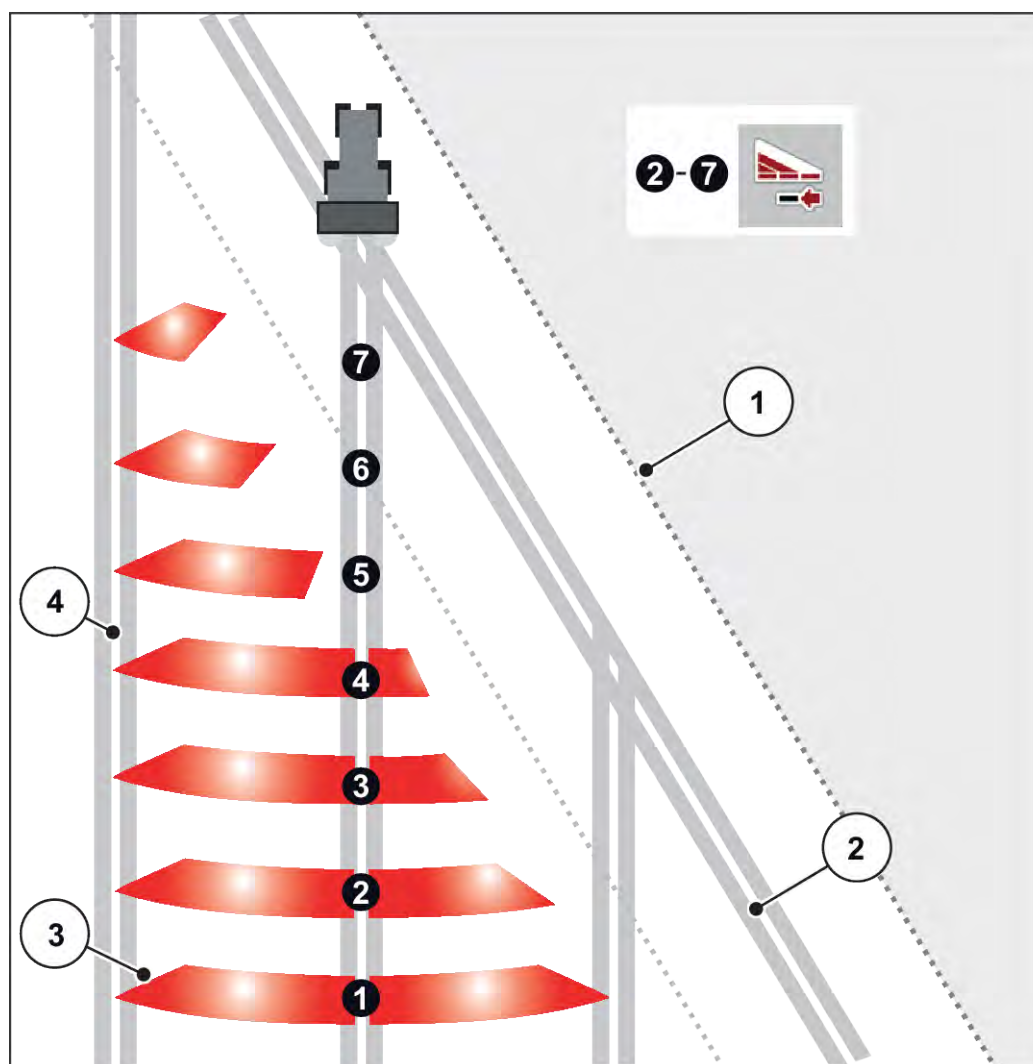

Fig. 38: Coupure de tronçons automatique
- La coupure de tronçons est possible de l'extérieur vers l'intérieur ou de l'intérieur vers l'extérieur. Voir *Fig. 38 Coupure de tronçons automatique*